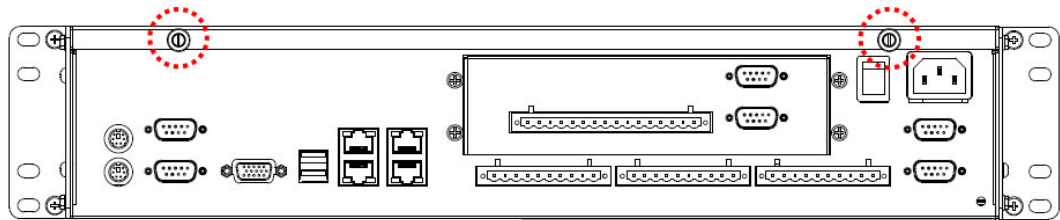

Figure 5.1 Loosen rear two screws/ 卸下后部的 2 个螺丝
1. Loosen two screws on the bottom of the top cover. (See Figure 5.1)
1. 卸下顶盖底部的 2 个螺丝。（如图 5.1 所示）